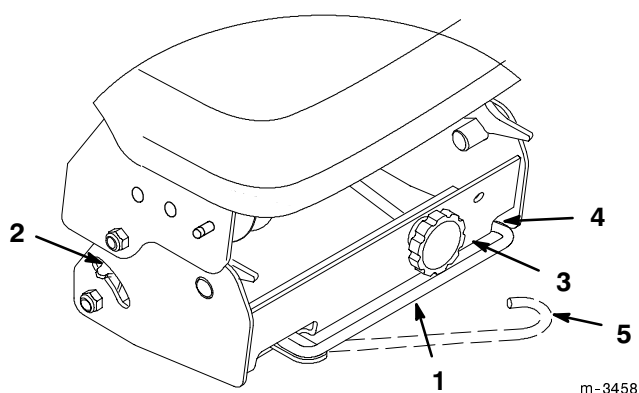

Figure 37
1. Contrôler les indicateurs de tension des deux côtés de la boîte à poulies. Si les indicateurs de tension ne sont pas dans la même position à droite et à gauche, relâcher la tension, et tourner le bouton de réglage. Repousser ensuite le bras de détente vers la boîte à poulies pour tendre la courroie (Fig. 37).